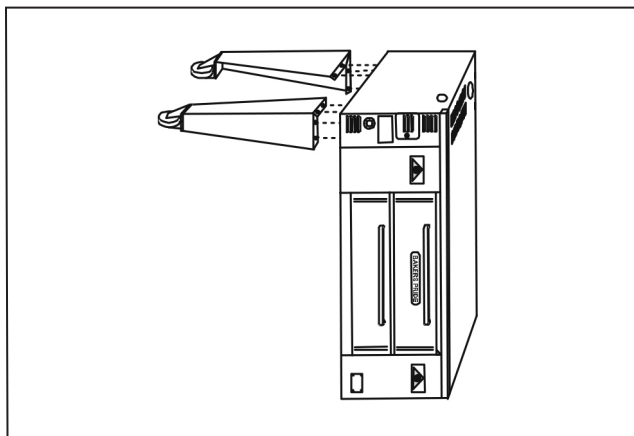

Figure 4
- Boulonner quatre pieds aux quatre pieds du stand à l'aide des boulons 3/8-16 x 3/4 fournis, des rondelles plates et des rondelles de blocage. (Voir Fig. 4).